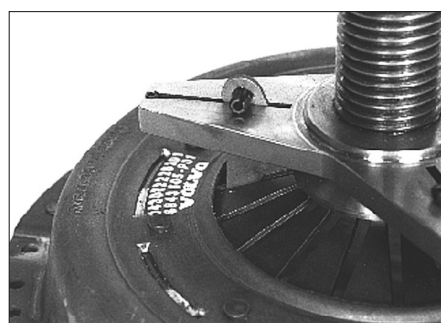

FIG. 13
- Mettre en place l'outil [4] sur le mécanisme (Fig.13).